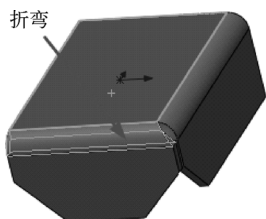
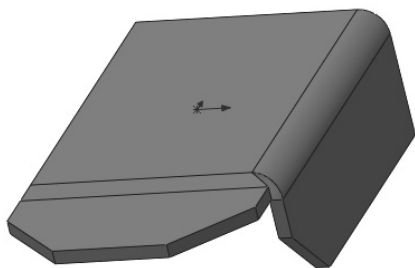

图 10-115 选择固定面和要展开的折弯
图 10-116 展开一个折弯
2) 在图形区域中选择箭头所指的面作为固定面, 选择箭头所指的折弯作为要展开的折弯, 如图 10-115 所示。单击 (确定) 按钮, 结果如图 10-116 所示。